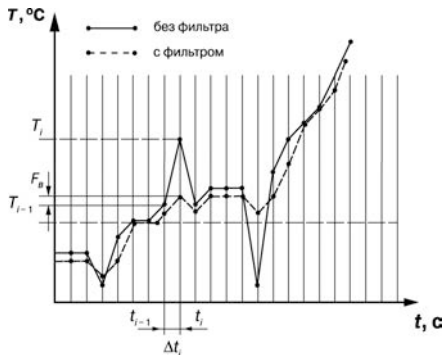

Рисунок 3.4
3.1.4.4.2 Полоса цифрового фильтра позволяет защитить измерительный тракт от единичных помех и задается в единицах измеряемой величины. Если измеренное значение T_i отличается от предыдущего T_{i-1} на величину, большую, чем значение параметра Fb , то прибор присваивает ему значение равное $T_{i-1} + Fb$, а полоса фильтра удваивается (рисунок 3.4). Таким образом характеристика сглаживается.